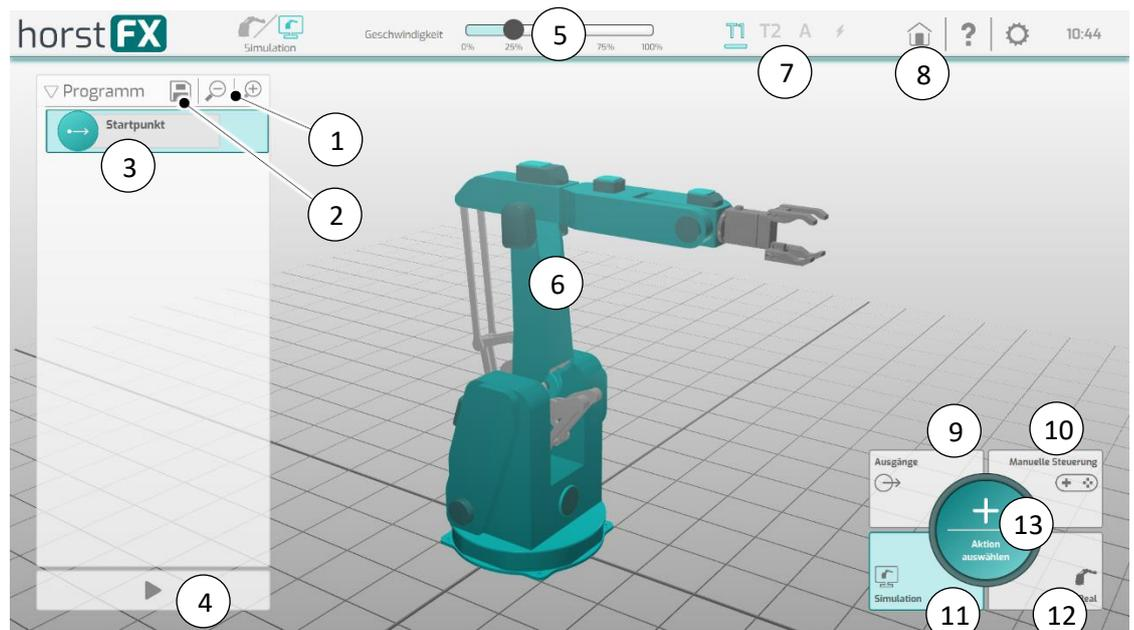

Abb. 5-19: Programmierbildschirm
Mit der Schaltfläche **OK** (2) wird das Programm angelegt und der Bildschirm für die Programmierung erscheint auf dem Display (s. Abb. 5-19).
Der Bildschirm für die Programmierung erscheint auf dem Display (s. Abb. 5-19).